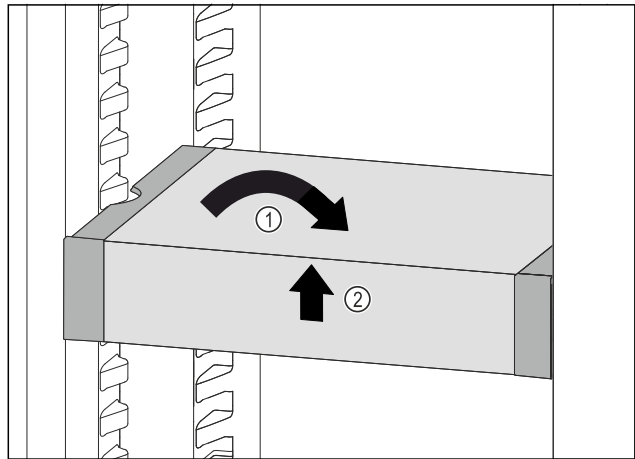

Fig. 97
- ▶ VarioSafe recht zetten. Fig. 97 (1)
- ▶ VarioSafe aan voorkant optillen. Fig. 97 (2)